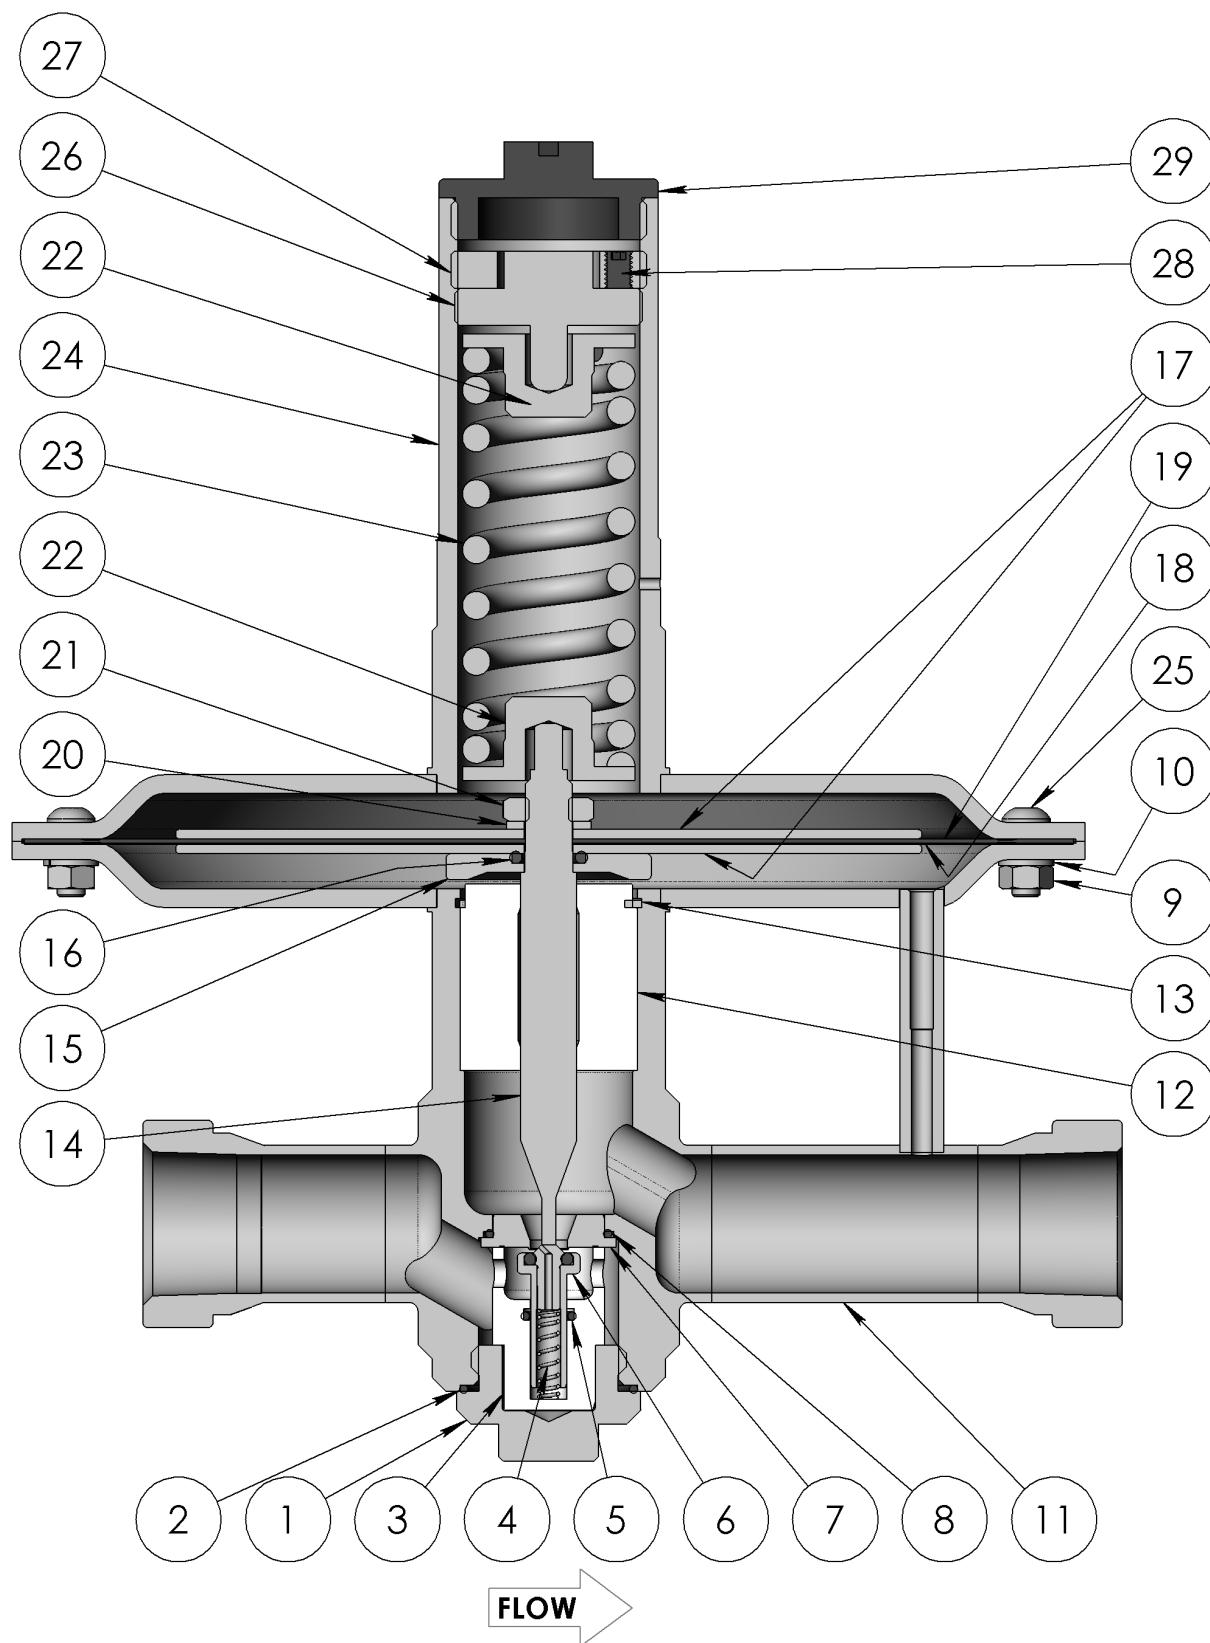

図 2
9. シール・ハウジング(15)、シール・ハウジング O リング(16)、1 番目のダイヤフラム・プレート(17)、ダイヤフラム(18)、ダイヤフラム・サポート(19)、2 番目のダイヤフラム・プレート(17)を、ポペット・ステム(14)にはめ込みます(図 2 参照)。